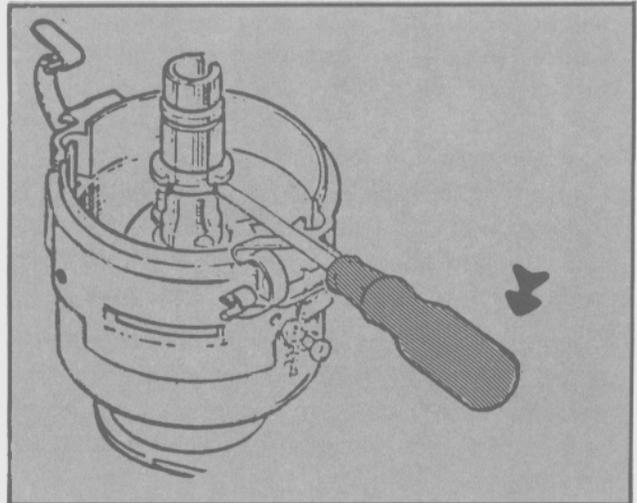

Fig. 29 - Desmontaje del portareductor.
- Para desmontar el portareductor, introducir un destornillador mediano en la ranura de los cables de la bobina captora y hacer palanca en la base del portareductor en el sentido de la flecha (Fig. 29). Si se quiere facilitar esta operación basta cortar el retén del conjunto portareductor, que es de nylon.